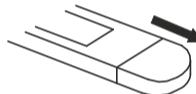

Рисунок 3.
- Сдвиньте крышку отсека батареи вниз, как показано на рис. 3.